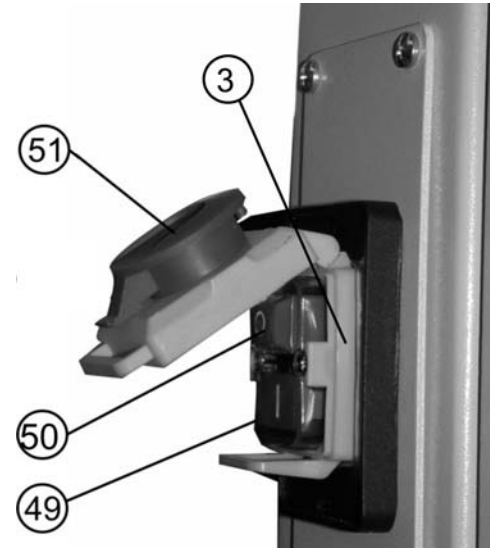

Рис.16
12.2.2. Нажать красную кнопку (51) и сдвинув ее вверх, как показано стрелкой на красной кнопке (51) магнитного пускателя (3) Рис.16.
12.2. Включение (Рис. 16)